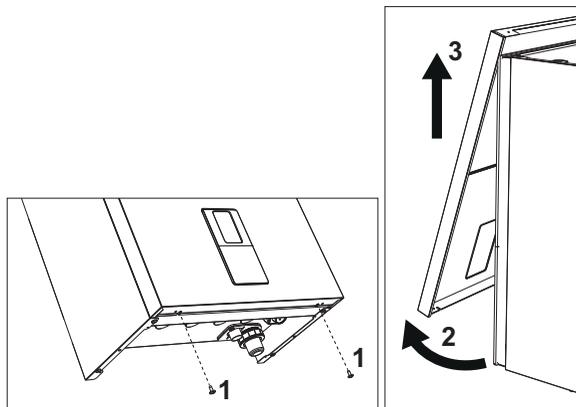

fig. 55- Apertura del panel frontal
- 1.Desenrosque los tornillos "1" (véase fig. 55).